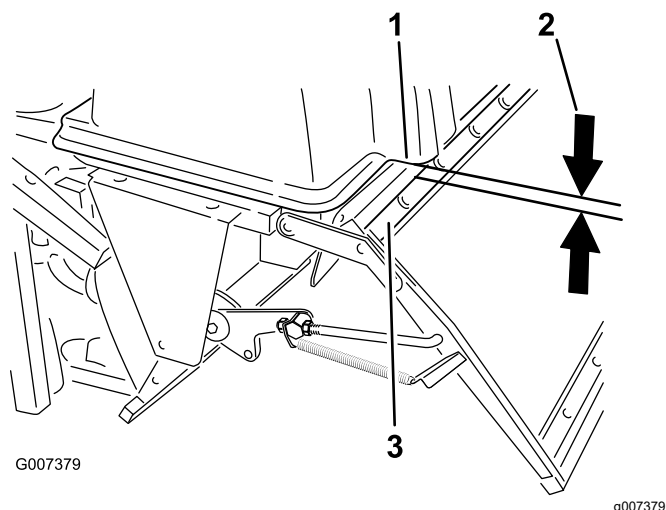

Figura 54
3. Vérifiez la distance entre le tube supérieur du cadre de la trappe et le rebord inférieur du capot moulé (Figura 54).